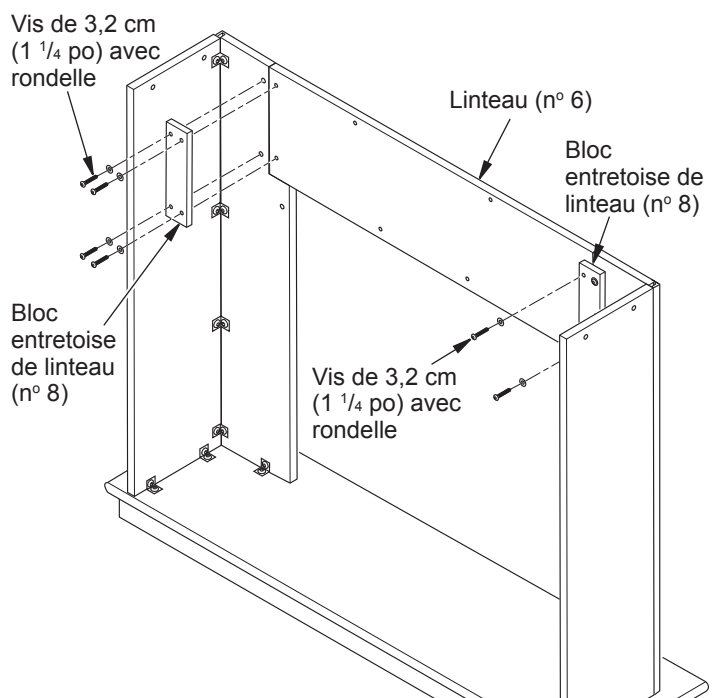

Figure 3 - Pose du linteau
1. Insérez deux vis de 3,2 cm (1 1/4 po) et des rondelles dans le bloc entretoise du linteau (n° 8) dans les chevilles filetées sur le côté droit du manteau. Répétez pour le côté gauche (voir figure 3).
2. Avec la flèche pointant vers le haut, positionnez le linteau (n° 6) au-dessus des assemblages des panneaux latéraux et contre le bloc entretoise du linteau (n° 8) (voir figure 3). Faites passer deux vis de 3,2 cm (1 1/4 po) et des rondelles par les blocs entretoise du linteau (n° 8) et dans les chevilles filetées du linteau. Maintenez le linteau complètement aligné sur les assemblages des supports latéraux et serrez en laissant les vis un peu desserrées.